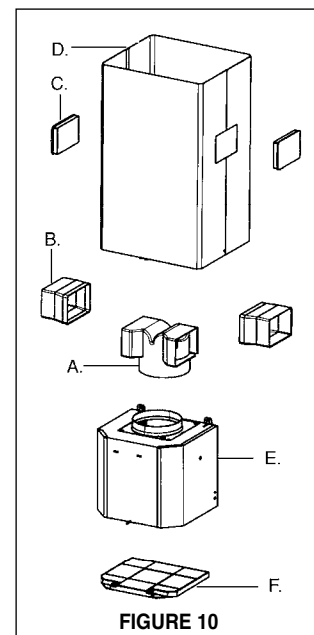
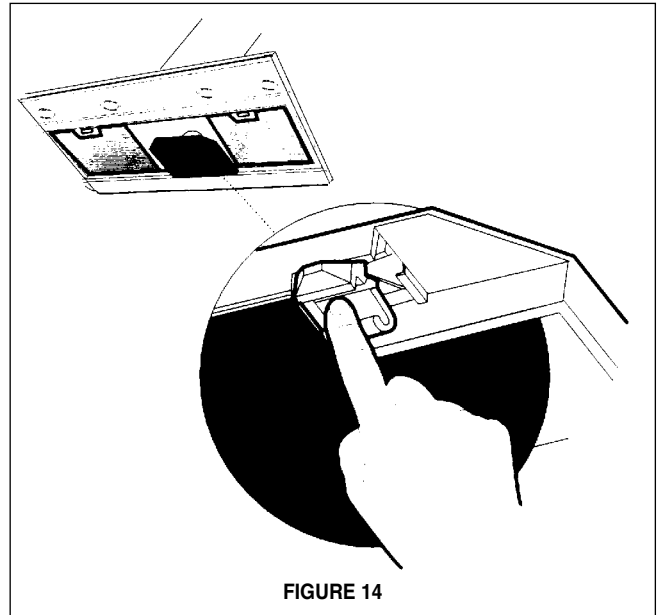

FIGURE 10
FIGURE 14
Installations sans conduit requièrent le **Kit Pour Conversion Du Conduit (FIGURE 10)**. N'utilisez pas le REGISTRE ROND (N de la FIGURE 1) pour les Installations sans conduit. Jeter le COUVERCLE CHEMINÉE INFÉRIEURE (B de la FIGURE 1) et remplacer avec le couvercle de cheminée inférieure avec trous d'échappement d'air dans le **Kit Pour Conversion Du Conduit (D de la FIGURE 10)**.
Illustré à la FIGURE 10, mettre le DUCTLESS DIVERTER (A) dans l'ouverture d'échappement de la EASY CUBE (E). Mettre le DUCTLESS DIVERTER EXTENSION HORIZONTAL (B) dans le DIVERTER (A).
Pour installations sans conduit, aligner les DUCTLESS DIVERTER EXTENSIONS HORIZONTAL (B de la FIGURE 10) avec les trous d'échappement d'air dans COUVERCLE CHEMINÉE INFÉRIEURE (D de la FIGURE 10) et installer les VENT GRIDS (C de la FIGURE 10).
Pour installations sans conduit, installer le FILTRE AU CHARBON (F de la FIGURE 10). Voyez FIGURE 14